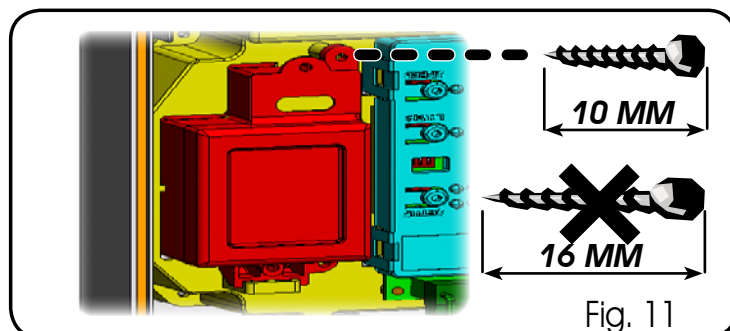

Fig. 11
- Introduire la batterie dans le logement qu'on vient de créer et la fixer aux supports spécifiques d'ancrage (Fig.11).